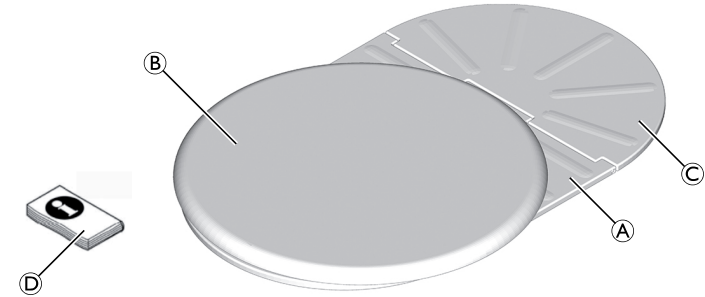

Fig. 1
I.3 Scope of delivery (Fig. 1)
I.2 Lieferumfang (Abb. 1)